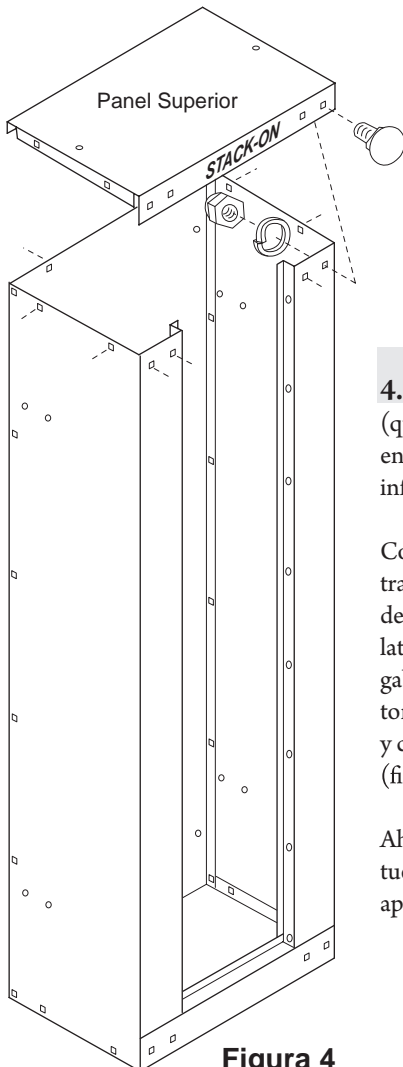

**Figura 5**
Alinee los hoyos de las bisagras de la puerta con los hoyos del gabinete. Ensamble con (8) tornillos de máquina y tuercas. (Figura 5)